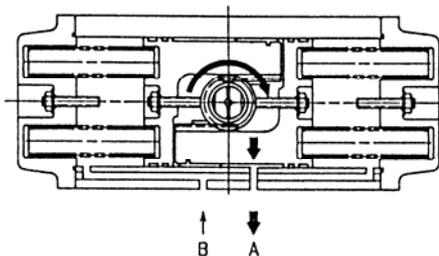
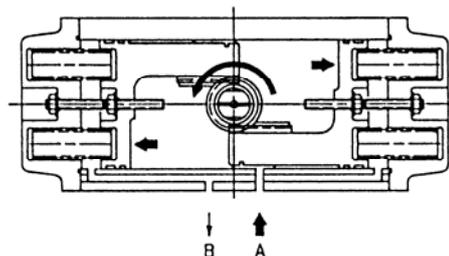

图 6-3. 阀闭方向
图 6-4. 阀开方向
(1) 反作用 (RA)
如图 6-4 所示，从气源接口 A 向气缸通入压缩空气，该气压作用于活塞，使活塞压缩弹簧 (117) 向箭头所指方向移动，活塞导向部位上的齿条带动与输出轴一体的小齿轮，使输出轴向逆时针方向旋转（箭头方向）。该旋转通过连接件传送到本体部的阀杆，使阀板向开启的方向动作。这时，由于弹簧室容积变化而产生的多余空气由排气口 B 排出。
在图 6-3 中，从排气口 A 排出在图 6-4 中通入的压缩空气，弹簧的回复力使活塞向相反方向移动，则输出轴和阀杆向顺时针方向旋转（阀闭方向）。